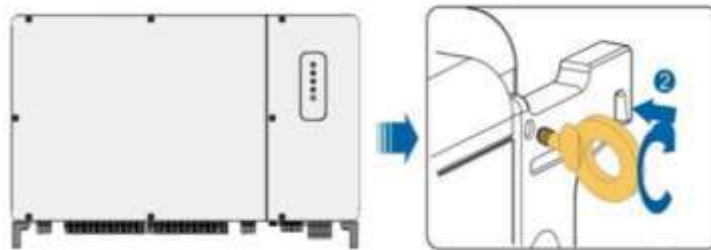

Fig. 4-7 Anillos de elevación
- 1) Ancle dos anillos de elevación de M10 a los ganchos del inversor (Fig. 4-7).
- 4) Retire los anillos de elevación y vuelva a montar los tornillos de sellado liberados antes (Fig. 4-7).